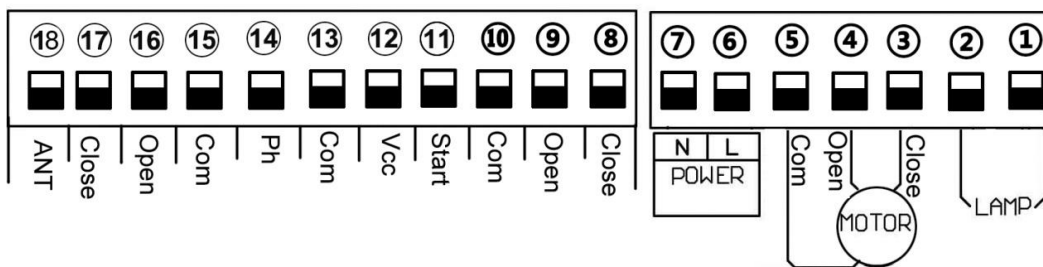

Figura 8
6. Diagrama de instalación de piezas eléctricas (Figura 8)